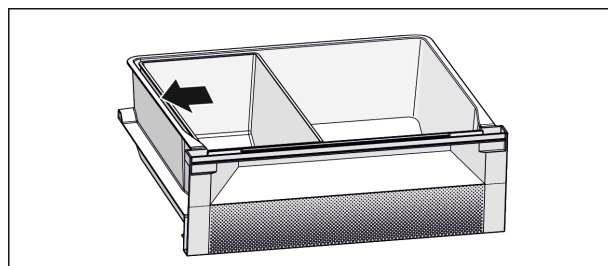

Fig. 6
- ▶ Vložte misku Fish & Seafood. Podle zobrazené polohy Fig. 6 (l) získáte optimální chladicí funkci.